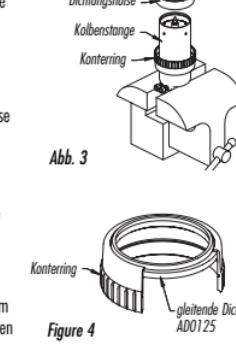

Abb. 2
4. Spannen Sie die Öse der Kolbenstange in den Schraubstock ein. Lösen Sie den Kolben mit dem Stiftschlüssel oder einem speziellen Steckschlüssel (erhältlich von Cane Creek) und bauen Sie den Kolben aus (Abb. 2). Achten Sie darauf, daß Sie den Druckstufen-Zylinder und die Druckstufen-Unterlegscheibe nicht verlieren (Abb. 3).